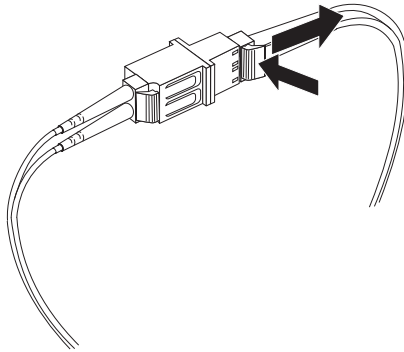

Figura 28. Removendo um cabo Fibre Channel LC-LC de um adaptador de cabo Fibre Channel LC-SC
2. Puxe cuidadosamente o conector para removê-lo. Assegure-se de segurar pelo conector e não pelo cabo ao remover o cabo LC-LC do adaptador do cabo LC-SC, conforme mostrado na Figura 28.